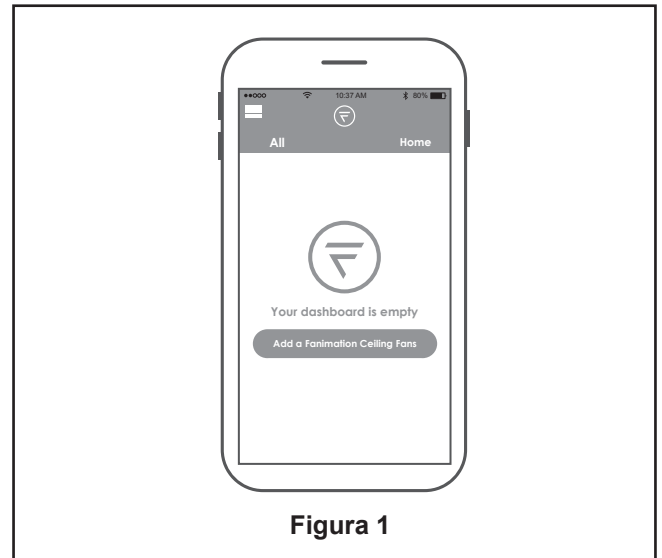

Figura 1
1. Visite el App Store de Apple o el Play Store de Google para descargarse la App gratuita fanSync Wifi. Cree su cuenta Fanimation fanSync. (Figura 1)
1. Instalación de la placa de la pared: (Figura 1)